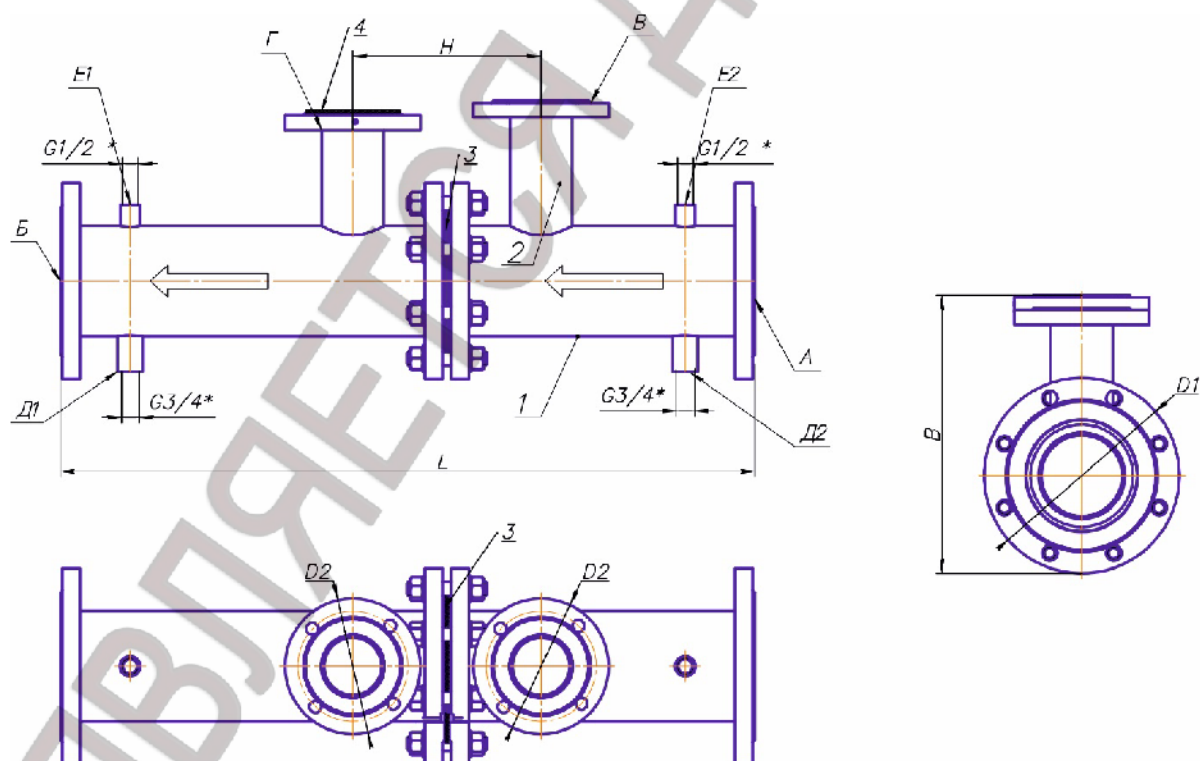

Рис. 1 Вид дозатора
2.4. Общий вид и состав дозатора диафрагменного приведены на рис.1. и в табл.4.